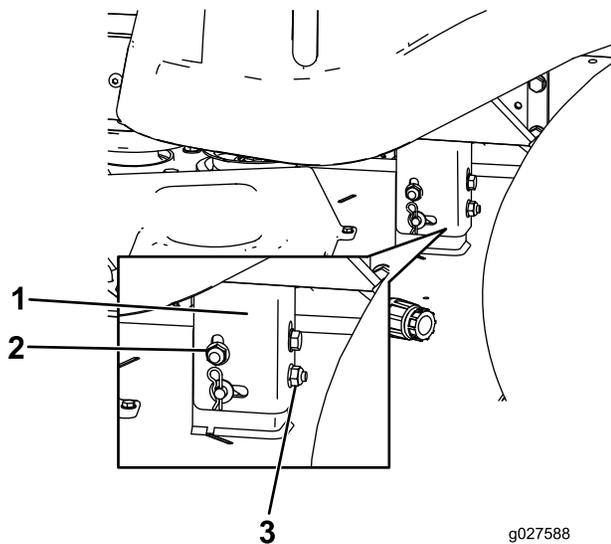

Figura 49
- Eleve o baje el lado izquierdo de la carcasa de corte girando la tuerca trasera (Figura 49).